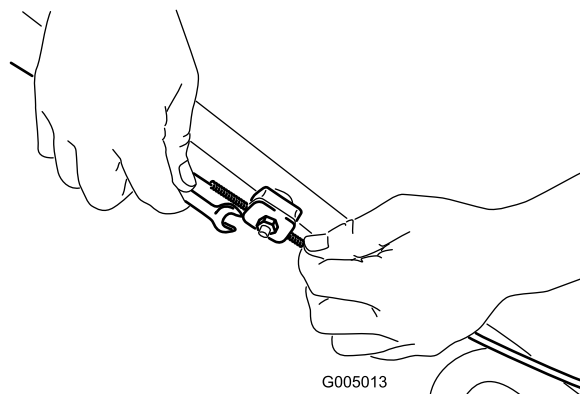

Figura 36
7. Retire el deflector trasero y el conjunto de la palanca de bloqueo (Figura 36).
1. Afloje la tuerca del soporte del cable (Figura 36).